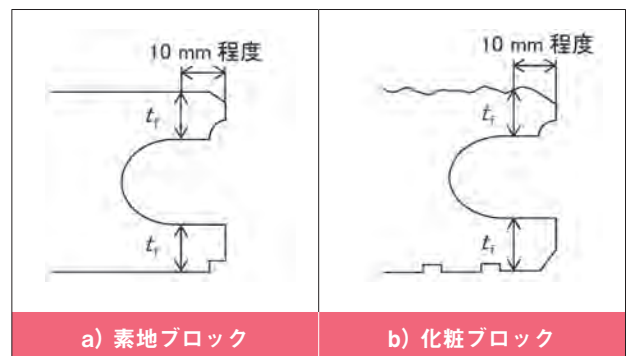

図2 フェイスシール端部の正味肉厚の測定位置
- **正味肉厚** フェイスシールの正味肉厚について、測定箇所を“フェイスシールの肉厚の薄い面において、表裏面のフェイスシールの両端部及び中央部。”と変更し、正味肉厚は“フェイスシール及びウェブの最小の肉厚”と定義されているので、測定した6箇所のうち最小の寸法を正味肉厚とした。また、フェイスシール端部の形状が、打込み目地用型枠状ブロック、フェイスシール端部に切欠きがある空洞ブロック、3mm以内の水切り用目地を有する場合は、図2に示す通りフェイスシールの先端から10mm程度のところを測定位置とした。